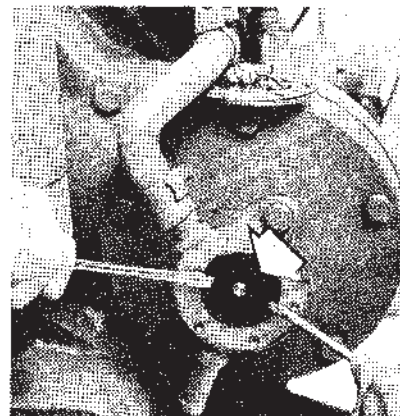

Fig. 24. Démontage de la turbine de pompe. La flèche indique la vis de verrouillage de la turbine.
1. Fermez le robinet de fond. Démontez le couvercle de la pompe à eau de mer. **Faites attention aux entrées éventuelles d'eau dans le moteur.** Avec deux tournevis, sortez l'arbre et la turbine du corps de pompe jusqu'à pouvoir dévisser la vis de fixation de cette turbine, voir figure 24. REMARQUE: Protégez les lames de tournevis afin d'éviter d'endommager le corps de pompe.